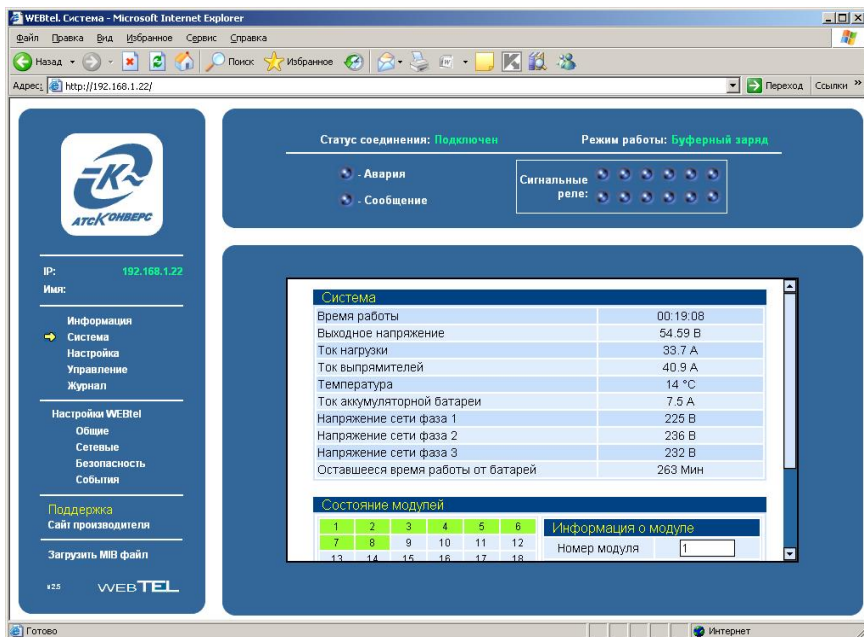

Рисунок 11 – Страница состояния контролируемого объекта
7.4.1 Данная страница (рисунок 11) выводится автоматически при подключении к веб-серверу адаптера и обновляется автоматически каждые 10 секунд.